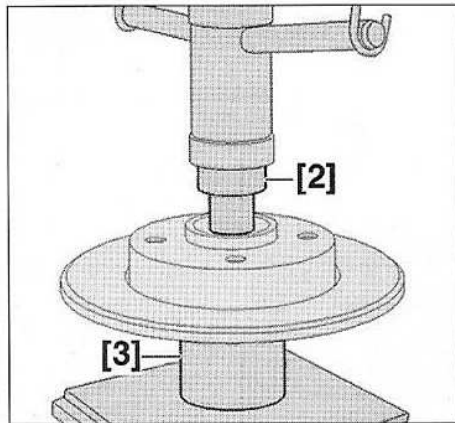

FIG.41
- Mettre en place les outils [2] et [3] et extraire le roulement à l'aide d'une presse (Fig.41).